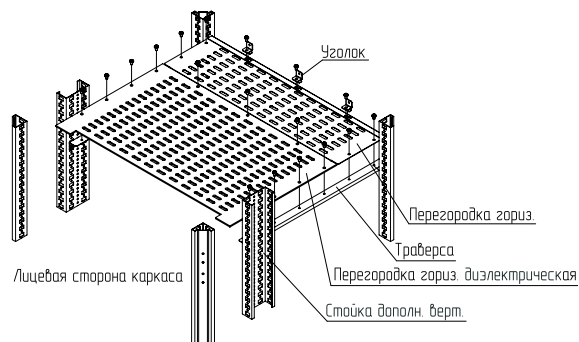

Рисунок 3
4.1.3 Смонтировать перегородку гориз. диэлектрическую, перегородку гориз. (при ее наличии) и закрепить винтами М6х10. Уголки (при их наличии) установить на перегородку гориз. и зафиксировать винтами М6х10 (рисунок 3). Момент затяжки – 7 Н·м.